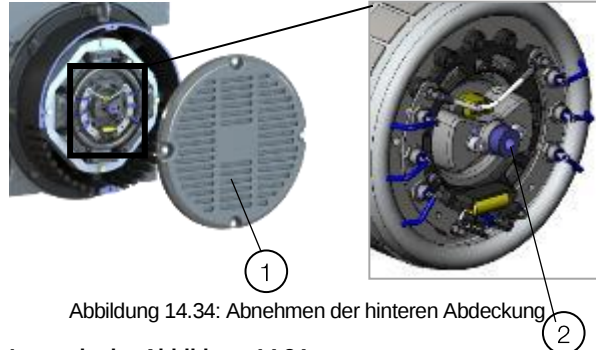

Abbildung 14.34: Abnehmen der hinteren Abdeckung
- 1) Ziehen Sie die Abdeckung der Lichtmaschine-Erregers ab, um gemäß Abbildung 14.34 Zugang zur Kupplungsbuchse des Erregerrotors zu erhalten.
Legende der Abbildung 14.34: